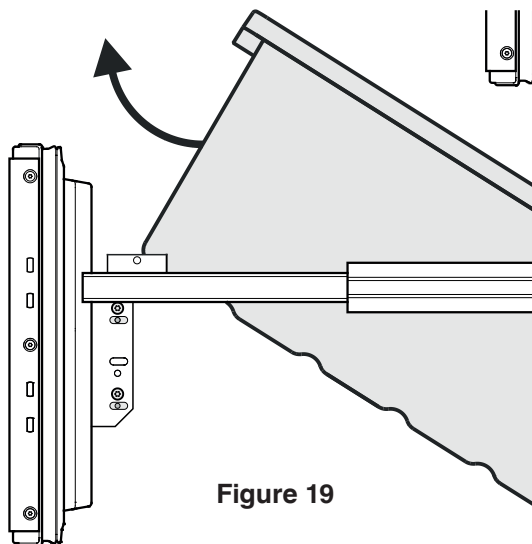

Figure 19
- Basculer le récipient et le retirer - **Figure 19**.